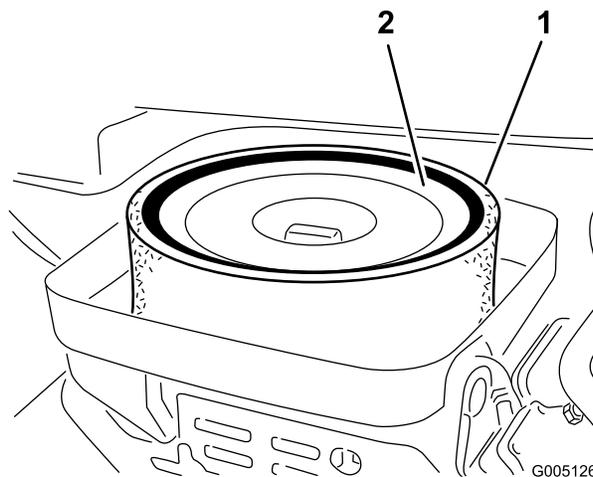

図 43
3. スポンジ 図 43を点検し、汚れていればペーパーエレメントから外す。以下の要領で丁寧に清掃してください。